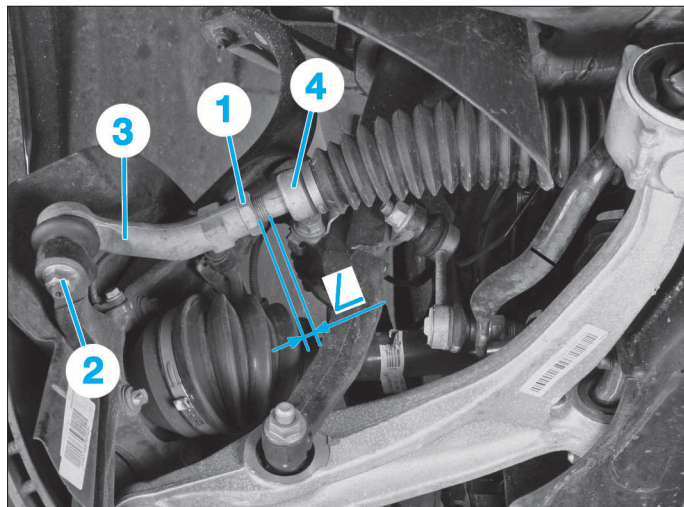

FIG. 5
- Mesurer la longueur (L) du filetage (Fig.5).
- Desserrer le contre-écrou (1).
- l'écrou (2) de la rotule.
- la rotule (3) du pivot à l'aide d'un extracteur.
- Dévisser la rotule de direction de la biellette (4) de crémaillère.